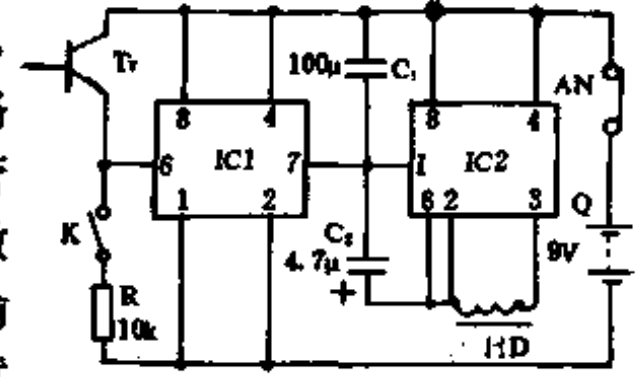

图 1-210
电路如图 1-210 所示。IC1 和 IC2 均为 555 定时器,其中 IC1 作为比较器使用,IC2 作为音频振荡器使用。电路中,IC1 接成单限比较器形式,其输入端⑥脚接有晶体管 T_r ,其作用是提高验电器的输入阻抗,以便提高验电灵敏度。其实 T_r 在此相当于射极跟随器的阻抗变换,IC1 的输入阻抗很高,经 T_r 的变换 β 倍,从 T_r 基极看进去的阻抗就更高了。当要接触判断火线和零线时,可闭合开关 K,这时从 T_r 基极看进去的阻抗约为 βR ,对市电线的火线不接触是没有反应的,接触市电线的裸露部分,若有声讯号,即为火线。